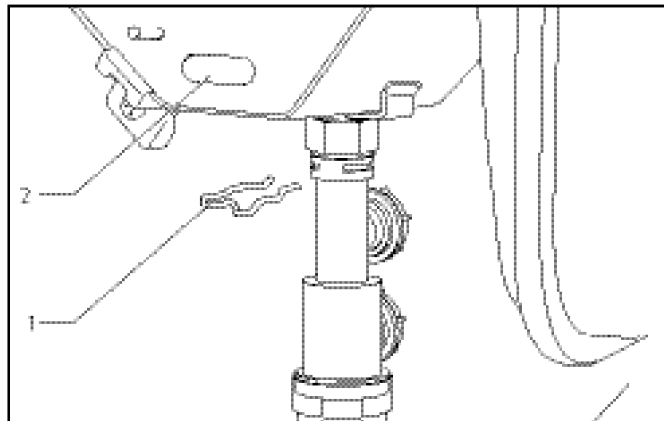

Рис. 7.12 Разборка сифона
Для чистки конденсатной линии (рис. 7.12) необходимо полностью демонтировать сифон, отжав защелки (1). Это обеспечивает доступ к обоим сливным патрубкам конденсата теплообменника.